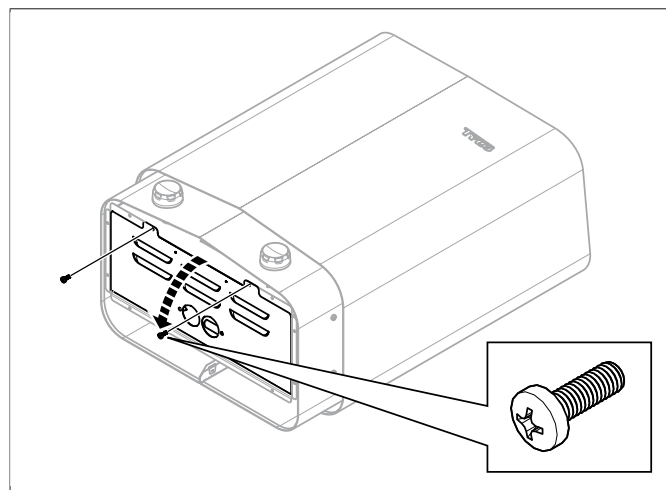

Fig 5: Öppna/stänga luckan
2. Lossa skruvarna och öppna luckan (se **Fig 5**, sidan 3).
5. Stäng luckan och skruva i skruvarna (se **Fig 5**, sidan 3).